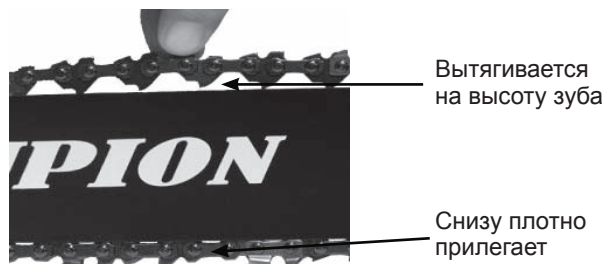

Рис.9
2. Вращайте наружное кольцо до тех пор, пока цепь не будет плотно прилегать к нижней части шины без провиса, на середине шины цепь должна выходить из направляющего паза примерно на высоту зуба (Рис.9). Нажмите на выключатель пилы и проташите цепь по шине. Цепь должна двигаться свободно.